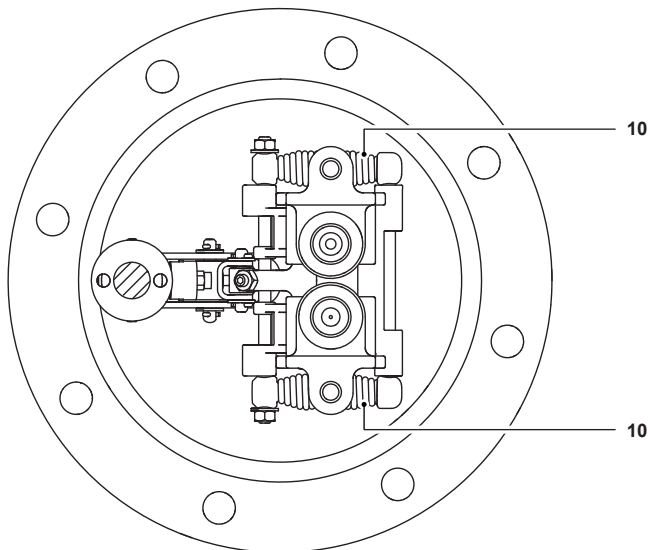

Abb. 13
3. Federn einer Sichtprüfung unterziehen (Position 10, Abb. 13). Ggf. defekte Muttern und Abstandsscheiben sowie Gleitfederpakete von den Wellen entfernen. Gegen neue Federpakete austauschen (siehe Schritt 5e, Federeinstellung) sowie neue Muttern und Abstandsscheiben montieren. Loctite 620 Klebstoff auf Gewinde der Welle auftragen.